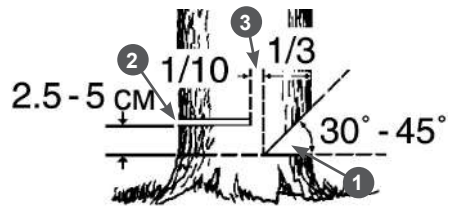

Рис. 9 Расположение запила, пропила и недопила
7. Начните пилить с той стороны дерева, куда оно должно упасть (Рис. 9). Сделайте запил 1 с той стороны, куда должно упасть дерево, глубиной примерно $\frac{1}{3}$ диаметра ствола и под углом от 30 до 45 градусов (Рис. 9). В начале пиления первым должен коснуться дерева зубчатый упор. Затем, используя зубчатый упор в качестве точки вращения, вращением электропилы погружайте шину с движущейся цепью в древесину. При спиливании крупных деревьев перестановку упора делают несколько раз.
8. Сделайте основной валочный пропил 2 с противоположной стороны, выше основания запила на 2,5-5 см. Между основным пропилом и запилом должен оставаться недопил 3 равный примерно $\frac{1}{10}$ диаметра ствола. Вставьте своевременно клин в пропил. Недопил 3 действует как шарнир и позволяет контролировать падение дерева (Рис. 9).
Ни в коем случае не допиливать до конца недопил 3 (Рис. 9), так как при этом невозможно контролировать направление падения дерева.